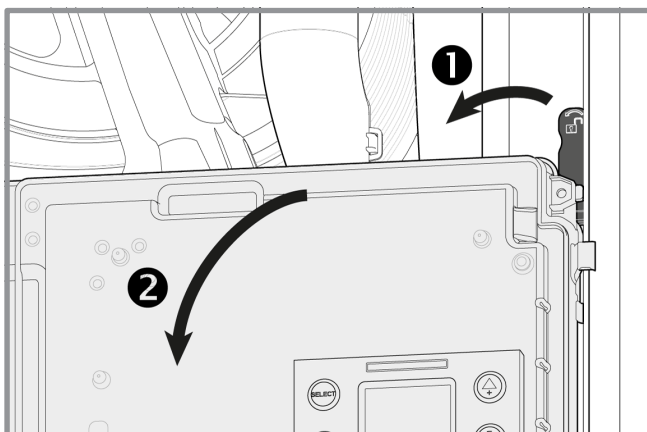

figura 22 - Acceso al cuadro eléctrico
- Desbloquee para bajar la caja eléctrica (1/2 (figura 22)).